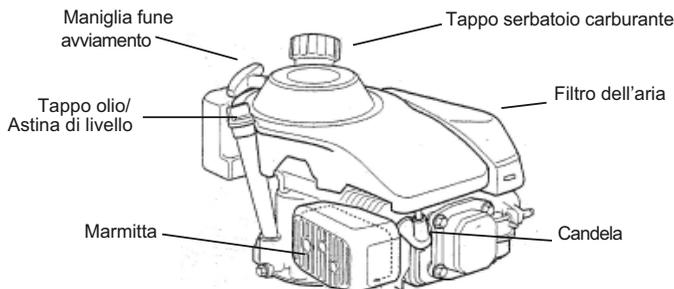

Figura 3
- Riempire con olio SAE 10W-30 il serbatoio olio (Figura 3). Non riempire in eccesso; la capacità del serbatoio olio è 0,55 litri.